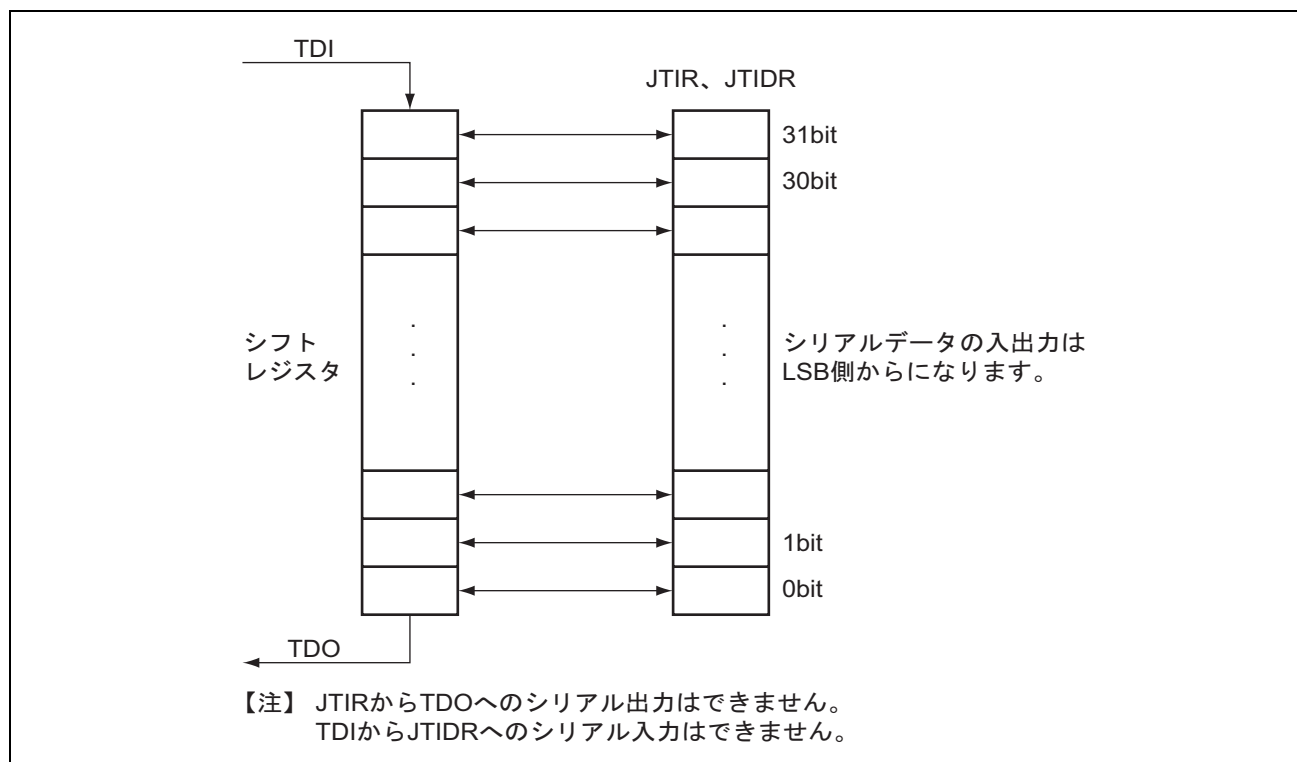

図 25.3 シリアルデータ入出力
1. シリアル転送時、データの入出力はLSB側からとなります。図25.3に示します。